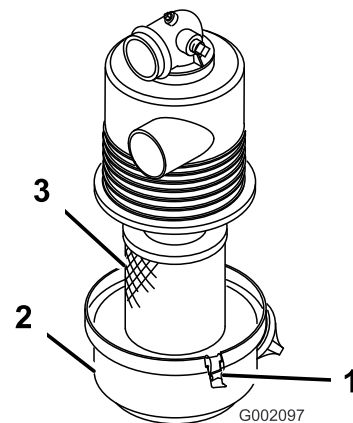

Figura 18
1. Inspeccione la carcasa del limpiador de aire por si hubiera daños, que podrían causar una fuga de aire. Asegúrese de que la tapa hace un buen sello alrededor de la carcasa del limpiador de aire (Figura 18).
2. Abra los enganches que sujetan la tapa del filtro de aire a la carcasa del filtro de aire (Figura 18).
3. Separe la tapa del filtro de aire de la carcasa del filtro de aire, y limpie el interior de la tapa (Figura 18).